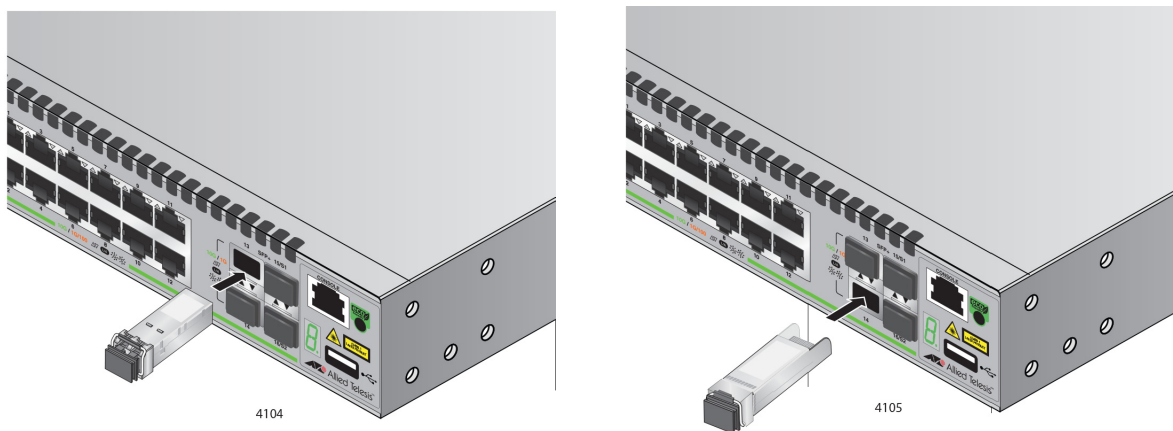

Рисунок 22. Установка трансивера SFP/SFP+
4. Задвиньте трансивер в слот, пока он не зафиксируется со щелчком. См. рис. 22.